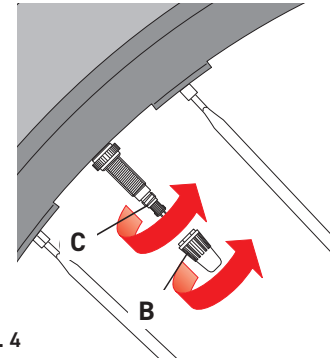

Fig. 4
- Cierre a mano la corona de la válvula (C - Fig. 4).
- Coloque el tapón cubre-válvula (B - Fig. 4).